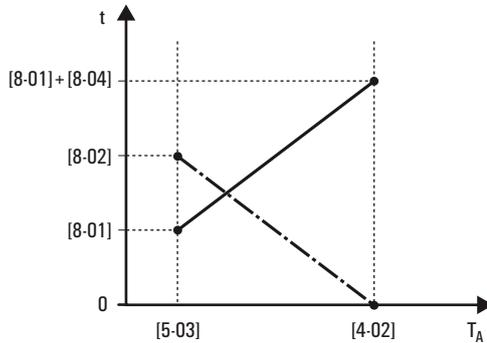
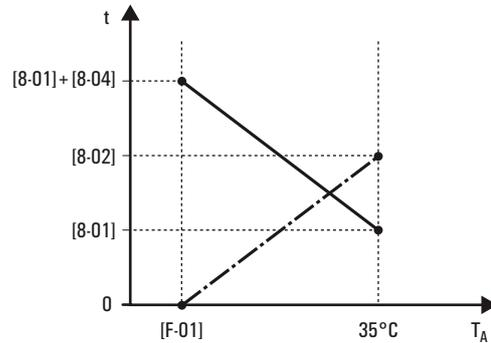

Figura 4-9 Durata supplementare nella modalità di riscaldamento
Figura 4-10 Durata supplementare nella modalità di raffreddamento
- [8-04] **Durata supplementare** con [4-02]/[F-01]: determina la durata supplementare da aggiungere alla durata massima se la temperatura esterna presenta il valore [4-02] o [F-01] (vedere figura 4-9 e figura 4-10).